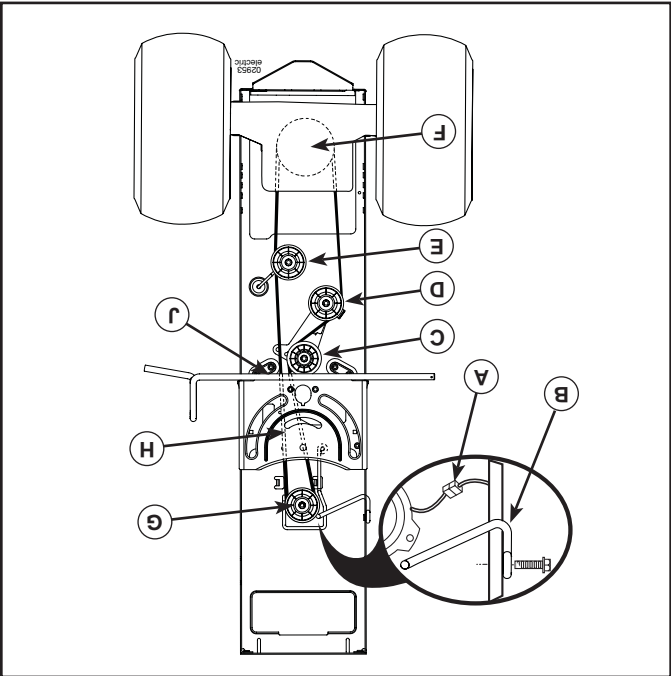

FIG. 33
- RETIRER LA COURROIE (Voir la Fig. 33)
- Débranchez le faisceau de câbles de l'embrayage (A).
- Retirez la bielle anti rotation (B) à la droite du tracteur.
- Retirez la courroie de la poulie de tension fixe (C) et la poulie d'embrayage (D).
- Retirez la courroie de la poulie de tension centrale (E).
- Tirez la courroie libre vers l'arrière du tracteur. Retirez soigneusement la courroie de la poulie d'entrée de la transmission vers le haut et sur les lames du ventilateur (F).
- Déroulez la courroie de la poulie motrice vers le bas et autour de l'embrayage électrique (G).
- Faites glisser la courroie vers l'arrière du tracteur, à l'extérieur de la plaque de direction (H) et retirez-la du tracteur.